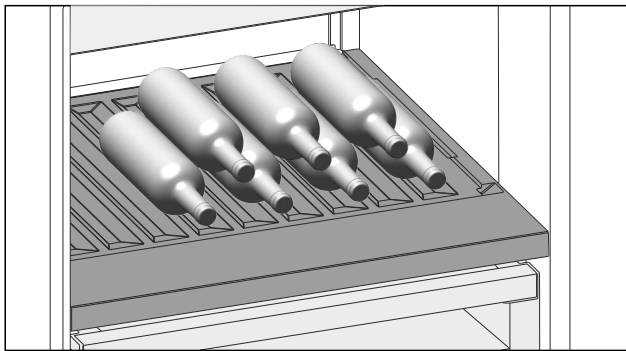

Fig. 133
- ▶ 将瓶底向后对着后壁放入瓶子。(参见 Fig. 133)